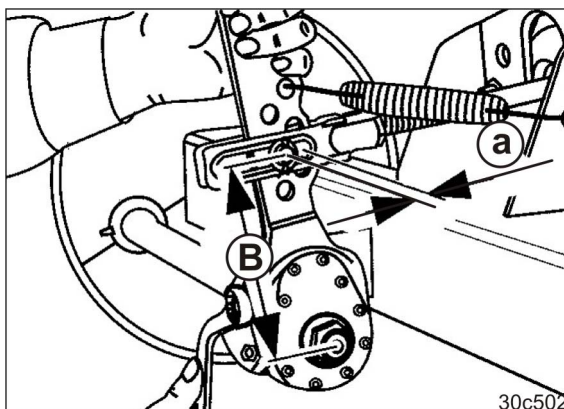

Рис. 227
1. Нажмите рычажный исполнительный механизм рукой (Рис. 227) в направлении действия давления.
2. Измерьте свободный ход (Рис. 227) нажимного стержня тормозной пневматической камеры.
Свободный ход (Рис. 227/а) может составлять максимум 35 мм.
Отрегулируйте свободный ход (Рис. 227/а) на 10-12 % длины тормозного рычага (Рис. 227/В).